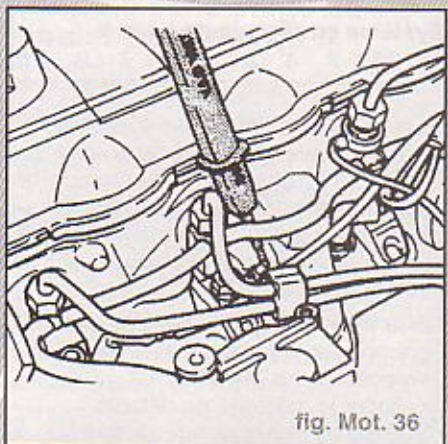

fig. Mot. 36
- A l'aide des pinces auxiliaires du jeu d'adaptateurs de métrologie, raccorder le câble de la lampe-témoin à diodes à la borne positive (+) de la batterie (fig. Mot. 36).